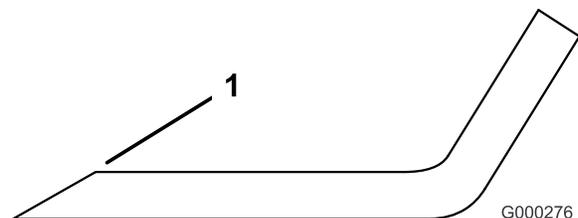

Bild 52
1. Schärfen Sie die Schnittkante an beiden Enden des Schnittmessers mit einer Feile (Bild 52). Behalten Sie den ursprünglichen Winkel bei. Das Schnittmesser behält seine Auswuchtung bei, wenn von beiden Schnittkanten die gleiche Materialmenge entfernt wird.